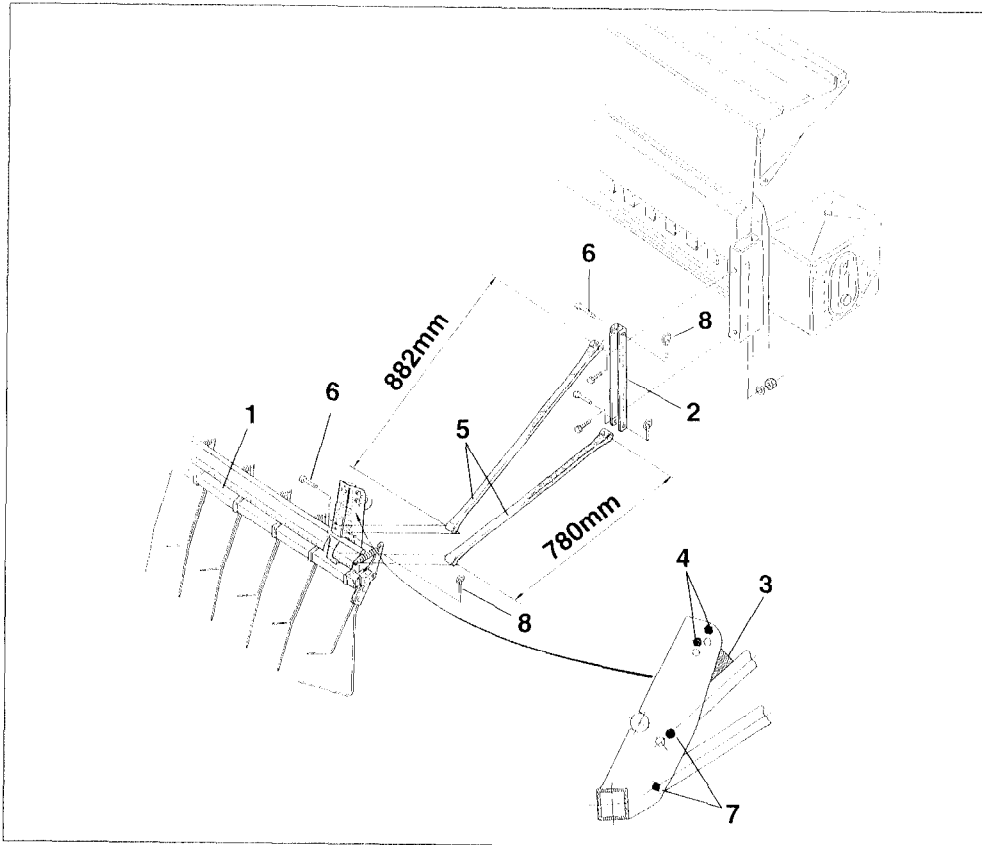

Fig. 11.1
Nach der Aussaat wird das Saatgut gleichmäßig vom Exaktstriegel (Fig. 11.1/1) mit Erde bedeckt.
- Taschen (Fig. 11.1/2) am Saatkasten der Sämaschine anschrauben.
- Schwingmetallpuffer (Fig. 11.1/3) in den Bohrungen (Fig. 11.1/4) anschrauben.
- Halterohre (Fig. 11.1/5) mit Bolzen (Fig. 11.1/6)
- an den Halterungen des Exaktstriegels in den Bohrungen (Fig. 11.1/7) und
- an den Taschen (Fig. 11.1/2) abstecken und mit Klappsteckern (Fig. 11.1/8) sichern.